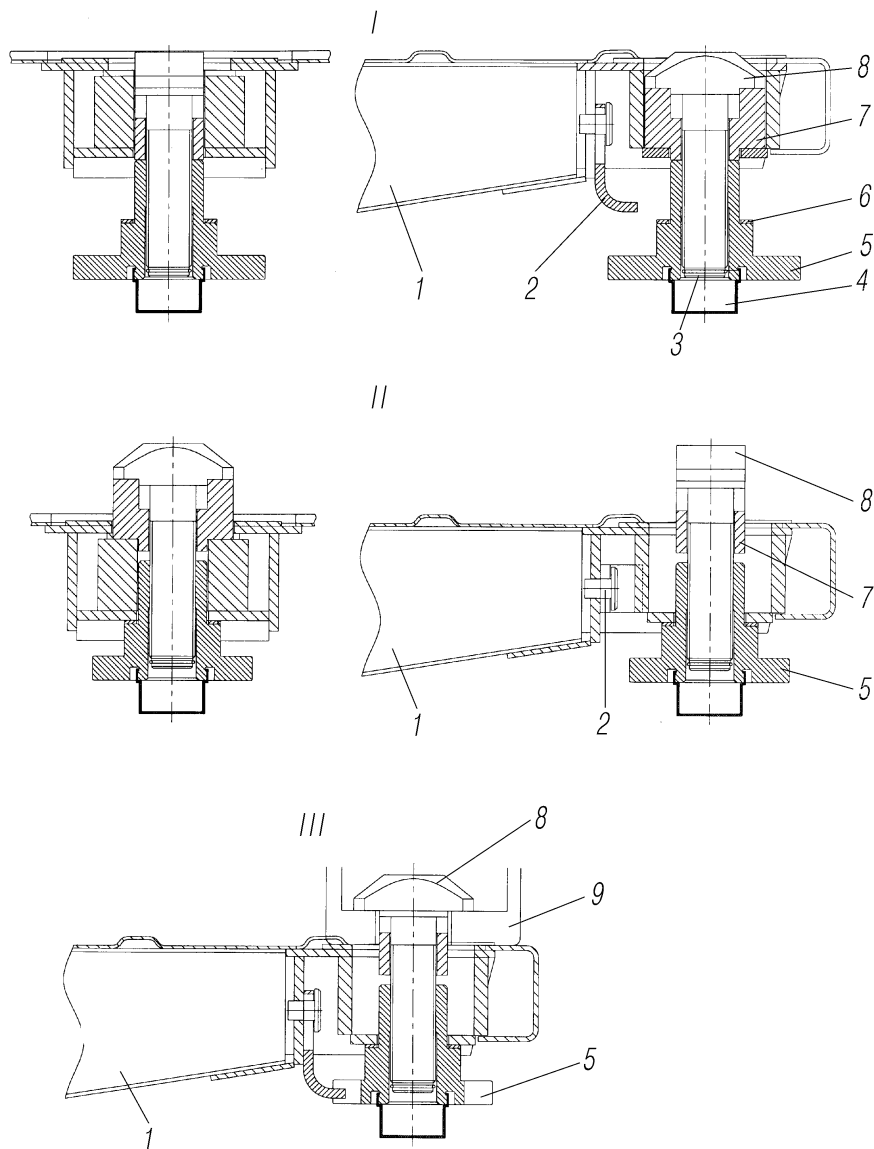

Рис. 31. Устройство для крепления контейнера:
**Устройство для крепления контейнера** в транспортном положении без контейнера показано на рис. 31, I.
Для установки контейнера штурвал 5 (см.рис. 31, II) переместите вниз по резьбе замка. Стопор 2 поднимите вверх, поверните на  $90^\circ$  и, смещая в сторону за отогнутую часть, зафиксируйте его на квадрате оси. Фиксатор поднимите вверх, поверните на  $90^\circ$  и установите в пазу упора. Замок совместите по контуру с фиксатором и затяните штурвал. Установите контейнер.
Закрепите контейнер, для этого переместите штурвал 5 (см.рис. 31, III) вниз по резьбе замка 8 на 10-15 мм. Поверните замок 8 на  $90^\circ$ . Затяните штурвал и установите его выемкой фланца в сторону стопора 2. Стопор переместите отогнутой частью в сторону оси, поверните на  $90^\circ$  вниз и опустите.